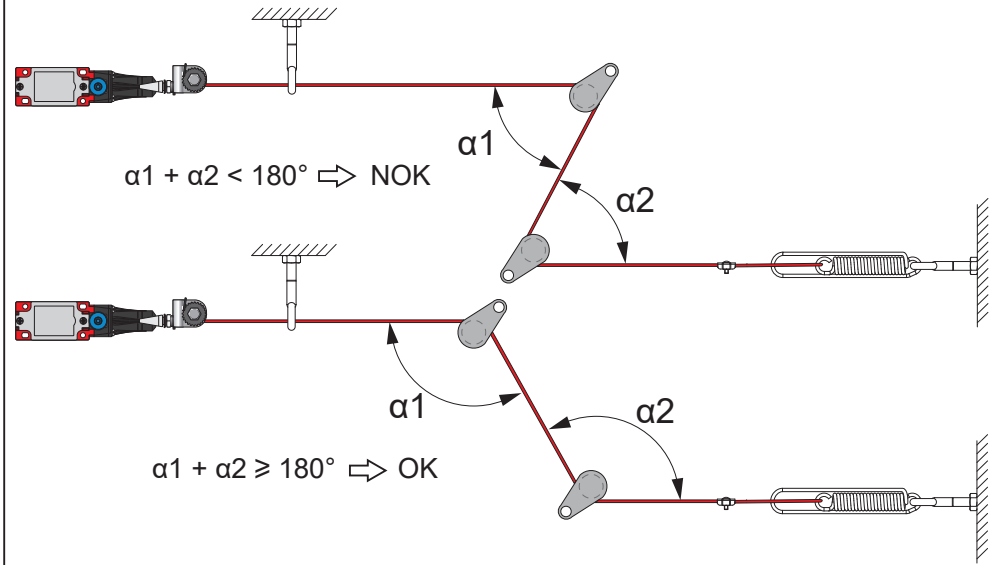

Fig.9 Señalización del disparo
1. Utilice el tensor ⑦ para apretar el cable ⑤ hasta que el índice ⑩ se sitúe entre las marcas ⑪.
2. Arme el dispositivo tirando del botón ⑫: se oirá un chasquido y la etiqueta verde debe estar completamente visible (fig. 9).
3. Accione el dispositivo estirando del cable ⑤.